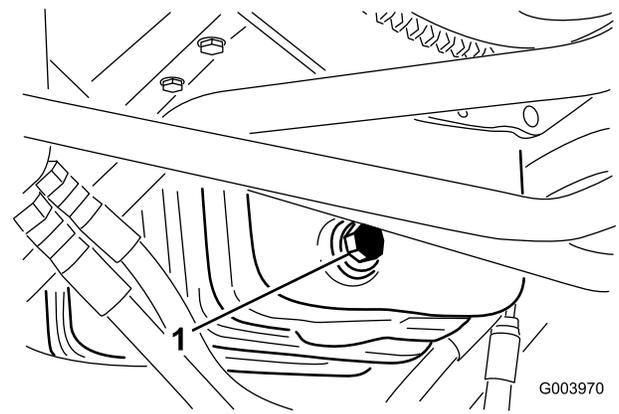

Figura 62
1. Retire el tapón de vaciado (Figura 62) y deje fluir el aceite a un recipiente apropiado.